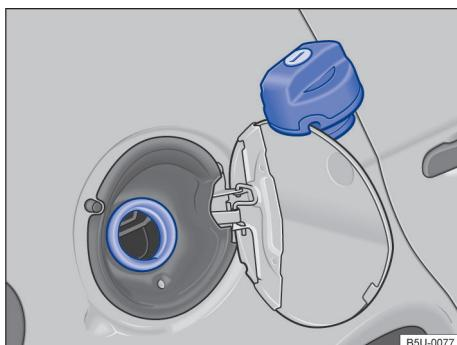

Fig. 101 Portinhola do tanque de combustível aberta com a tampa do tanque de combustível pendurada.
– Girar a tampa do tanque no sentido anti-horário e pendurá-la em cima da portinhola do tanque de combustível → Fig. 101.